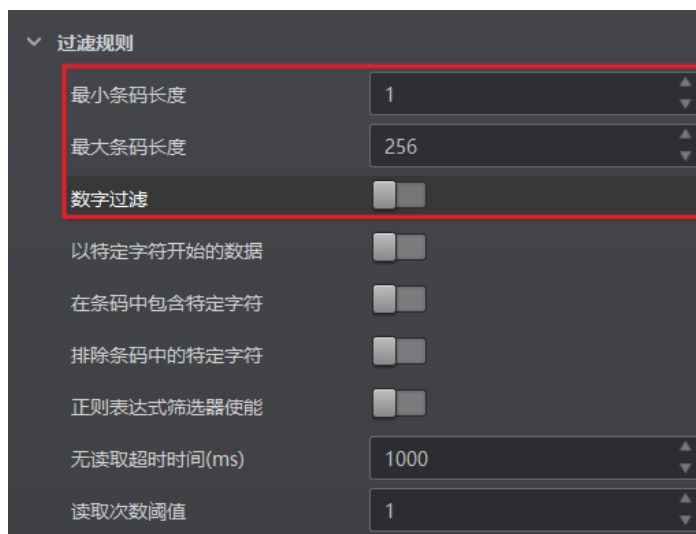

图7-11 修改过滤规则
- 进入“数据处理”模块，修改限制的最小条码长度和最大条码长度，并关闭数字过滤使能，如图 7-11 所示。